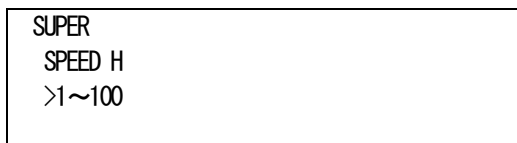

図4-34 オンスクリーンメニュー(SPEED H例)
- 1) SUPERメニューで「SPEED H[SPDH]」を選択し、**ENTER**ボタンを押すと図4-34のような設定メニューが表示されます。